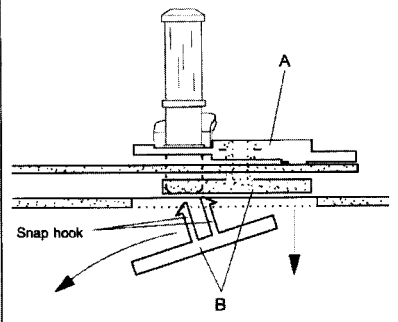

Fig. DM9
- Comprimerne i due snap hook con un paio di pinzette (fig. DM9) e togliere il rullino (A) dalla piastra (B).